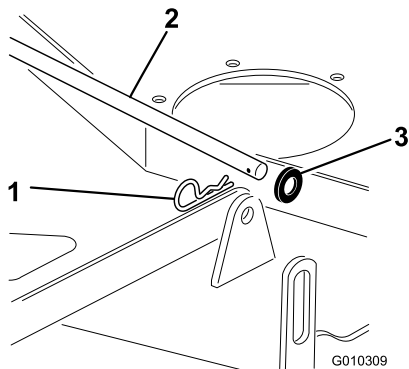

Figura 68
1. Retire el pasador de horquilla y la arandela que sujetan la varilla larga de acoplamiento al bastidor y a la plataforma; retire la varilla de acoplamiento (Figura 68).
6. Conecte el soporte delantero de la plataforma del cortacésped a las pletinas de suspensión delanteras y sujételas con una arandela y un pasador de horquilla (Figura 68).